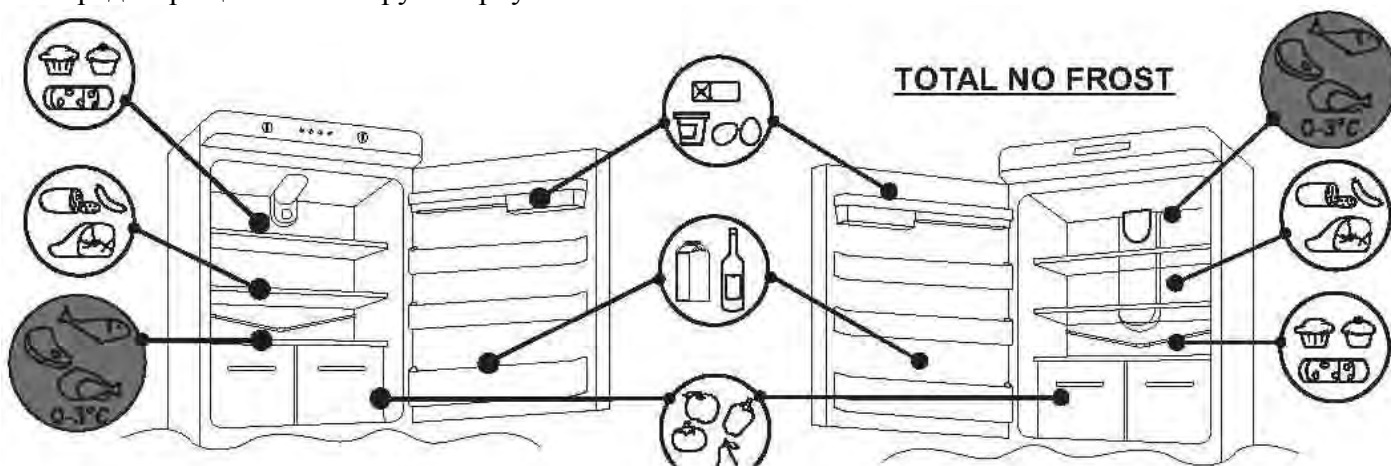

Рис.6
- Для сохранения аромата, питательных свойств, и свежести продуктов рекомендуется хранить их в отделениях холодильника, как показано на представленном ниже рис. 6, завернув продукты в алюминиевую фольгу или в пластиковую пленку, или рекомендуется хранить продукты в закрытых контейнерах для того, чтобы они не приобретали запах хранящейся рядом пищи.